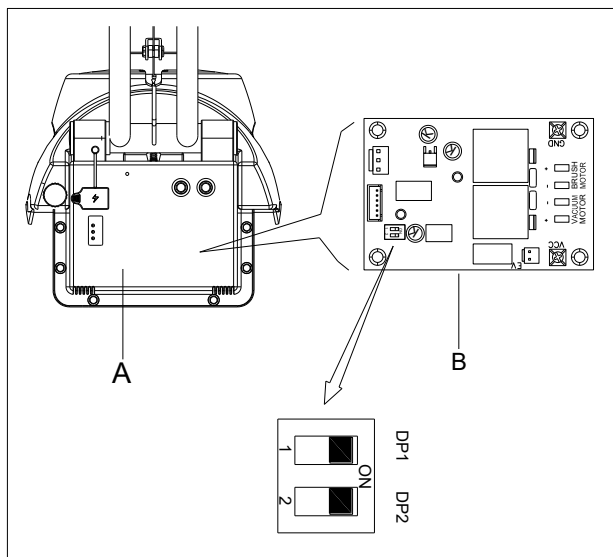

Figure 5
1. Éteignez la machine et retirez le couvercle (A comme à la Figure 5) de la machine. Vous trouverez la carte PCBA de contrôle principal (B comme à la Figure 5). La carte PCBA imprimé comporte 2 commutateurs (DP1 et DP2).